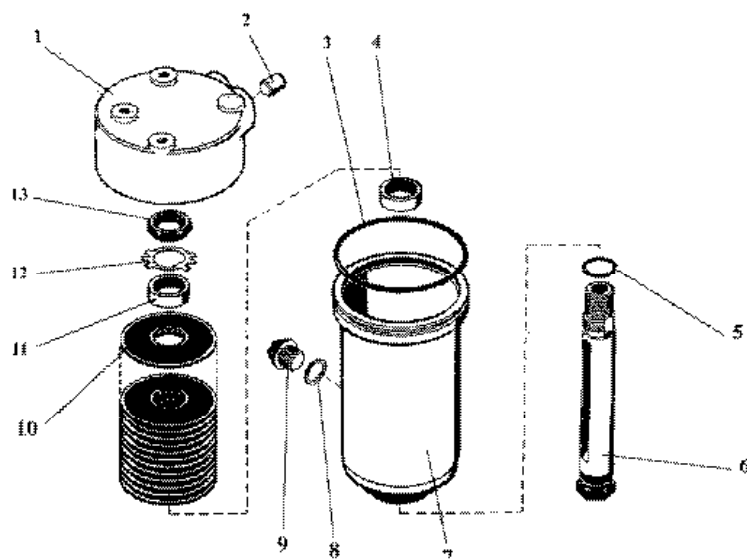

Рис. 42 Фильтр коробки передач с напорным клапаном
- в) Установите фильтр на коробку передач. Обратите **внимание** на то, что пакет фильтроэлементов 10 (рис. 42) в собранном фильтре должен быть плотно стянут гайкой 13.
- а) Отверните пробку 9 (рис. 42) фильтра и слейте масло.
- д) Соберите фильтр. Обратите **внимание** на то, что пакет фильтроэлементов 10 (рис. 42) в собранном фильтре должен быть плотно стянут гайкой 13.